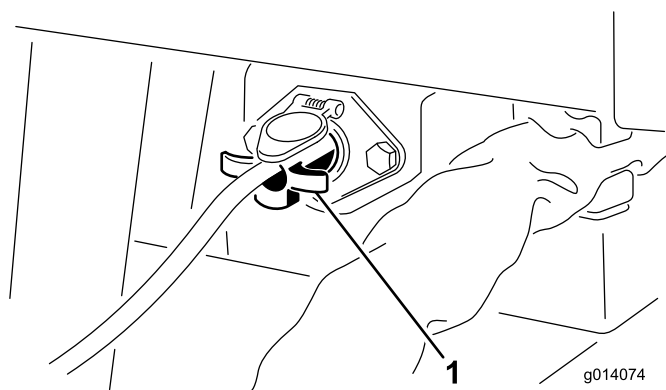

图9
4. 在 SH 型号上，把悬线式开关（4 个针脚）插入到机器左前方的插座（图9）。